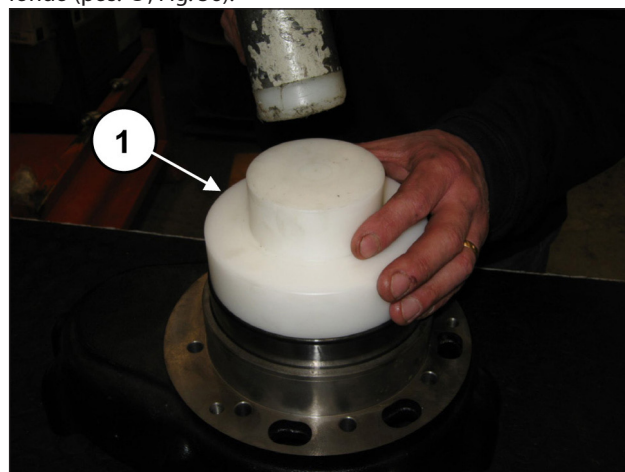
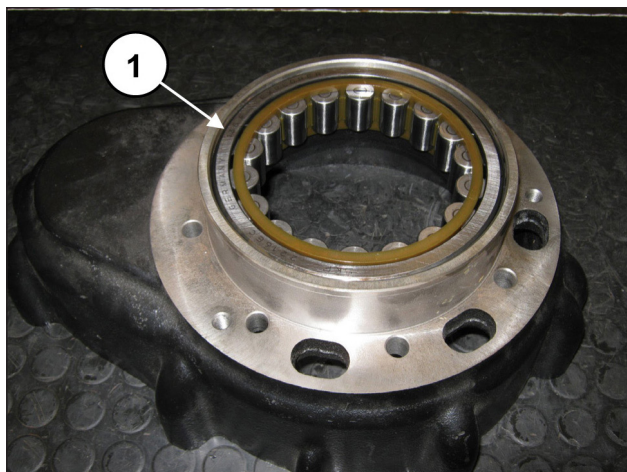

Fig. 55
Fig. 56
Desde el lado opuesto de la caja del reductor, premontar la anilla externa del cojinete del árbol acodado utilizando la herramienta cód. 27605000 (pos. ①, Fig. 55) para introducirla a fondo (pos. ①, Fig. 56).